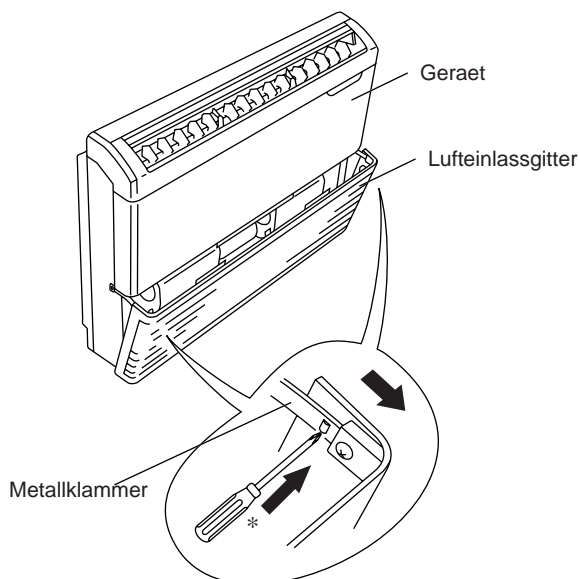

Abb.2
- (2) Entfernen Sie die Metallklammern, mit denen das Gitter am Gerat befestigt ist. Loesen Sie zuerst mit einem Schraubendreher die mit * markierte Schraube an der rechten Klammer ein wenig. (Loesen Sie NICHT ZU VIEL, da sonst die Schraube und kleine Metallteile in das Gerat fallen.) Druetzen Sie dann auf die Sperre und ziehen Sie das Gitter (Abb. 2).
- (3) Fuehren Sie die selbe Prozedur fuer die linke Metallklammer durch.
- (4) Klinken Sie die beiden Zungen an der Unterseite des gitters aus, und nehmen Sie es komplett ab.